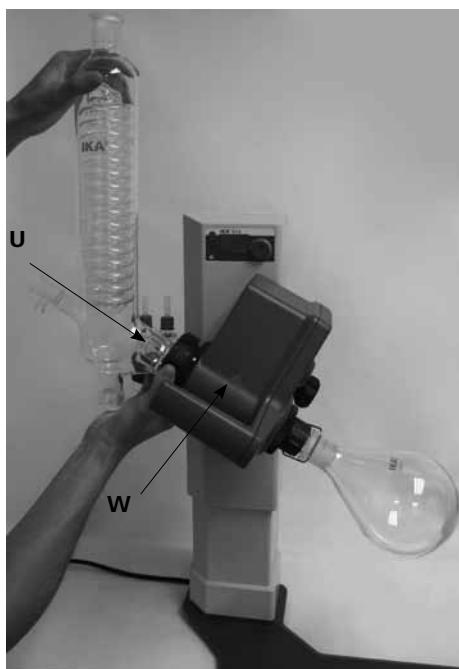

Fig.18
- Установите конденсатор на привод вращения (**W**) и вручную затяните колпачковую гайку. (Fig.18)